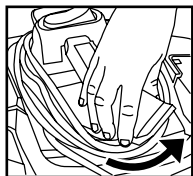

FIGURE 32
54. Pour retirer le cordon d'alimentation du rembobineur, saisissez les côtés de la section arrière du rembobineur (logée derrière la poignée) puis tournez un demi-tour dans le sens antihoraire jusqu'à ce que la section s'élève au-dessus de la poignée. **FIGURE 32.**